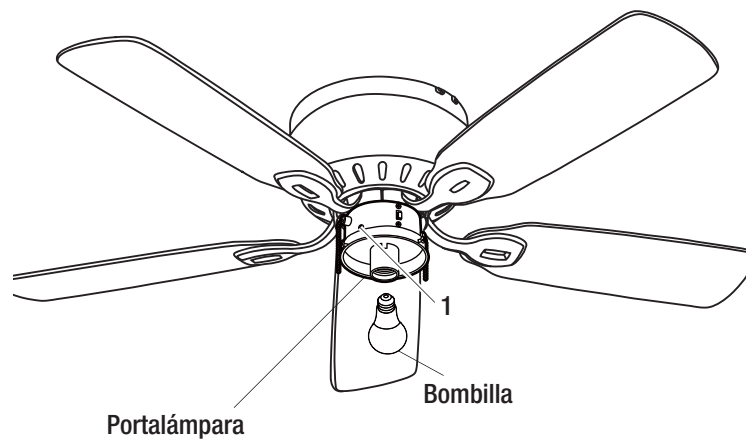

Figura 15
- Instale una bombilla (máx. 9W, LED, base de tornillo mediano) al portalámpara (Figura 15).